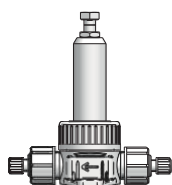

Fig. 7: Ventil med flowretningspil
- Bemærk strømningsretningen for trykvedligeholdelses- og overløbsventilen (se fig. 7).